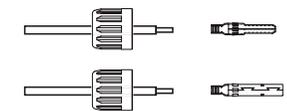

Figura 5.18 Inserte el cable en la tuerca de la tapa del conector y en la clavija de contacto
2. Inserte el cable en la tuerca de la tapa del conector y en la clavija de contacto. (véase la figura 5.18)